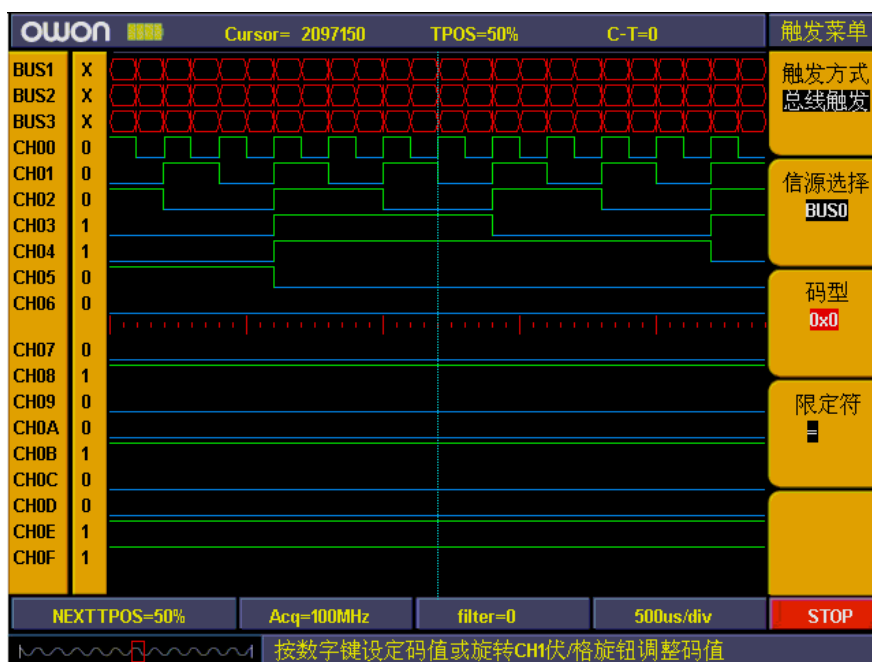

图5-57：总线触发
- 这样，总线触发的设置完成，可以启动数据采集。见图5-57。